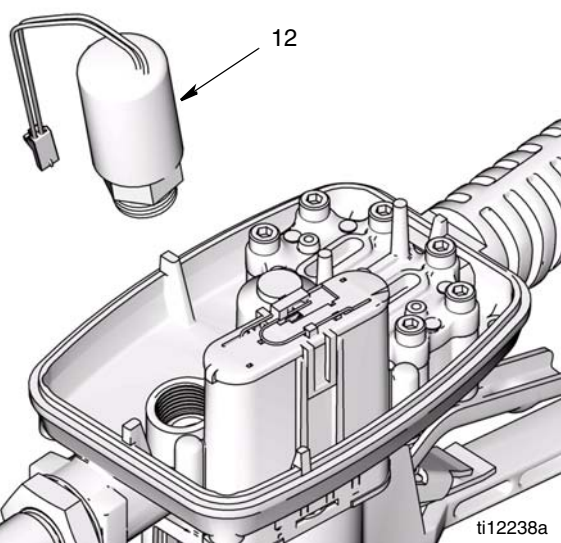

FIG. 8
8. Desatornille el solenoide (12) y retírelo de la carcasa del medidor (FIG. 8). Si es necesario, puede utilizar pinzas para aflojar el solenoide.